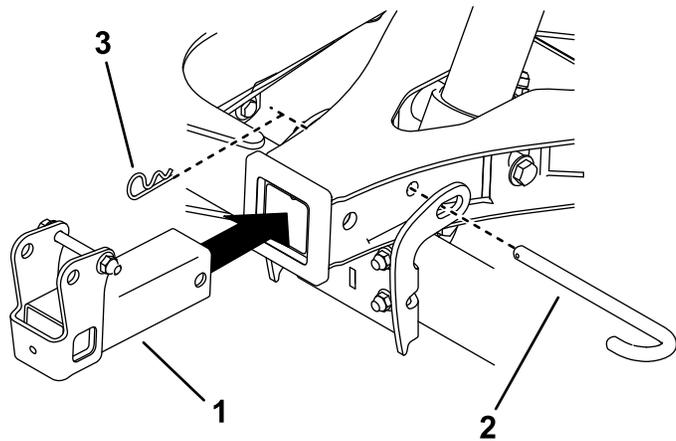

**Figure 10**
- Avec un boulon de carrosserie ( $\frac{3}{8} \times 1$  po) et un contre-écrou ( $\frac{3}{8}$  po), installez le support de butée sur le côté droit de la machine (Figure 10). Serrez le boulon à un couple de 37 à 45 N·m (27 à 33 pi-lb).